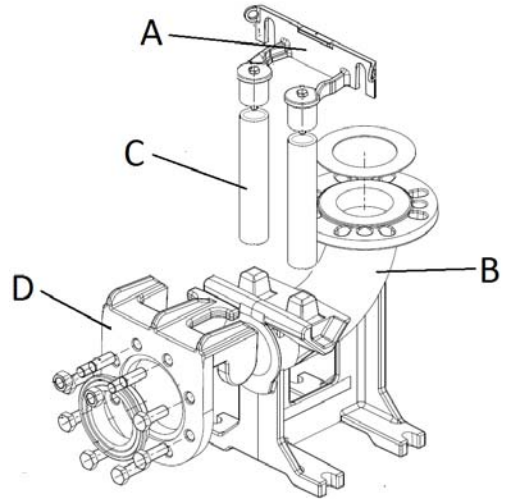

Fig. 5
- Fäst förankringsbygeln för styrroren (fig. 5 - pos. A) i tankens kant.
- Placera stödfoten för automatisk förankring (fig. 5 - pos. B) på brunnens botten. Använd ett lod för att kontrollera att de koniska utsticken för anslutning av styrroren är helt lodräta i förhållande till motsvarande utstick på förankringsbygeln på tankens kant. Kontrollera även planheten med hjälp av ett vattenpass.
- Märk ut läget för hålen på stödfoten. Fastställ därefter styrrorens (fig. 5 - pos. C) exakta längd.
- Montera specialflänsen (fig. 5 - pos. D) med slid och skena på pumpens utloppsrör. Haka fast vajern eller kedjan vid handtaget eller hålet upptill på pumphuset.